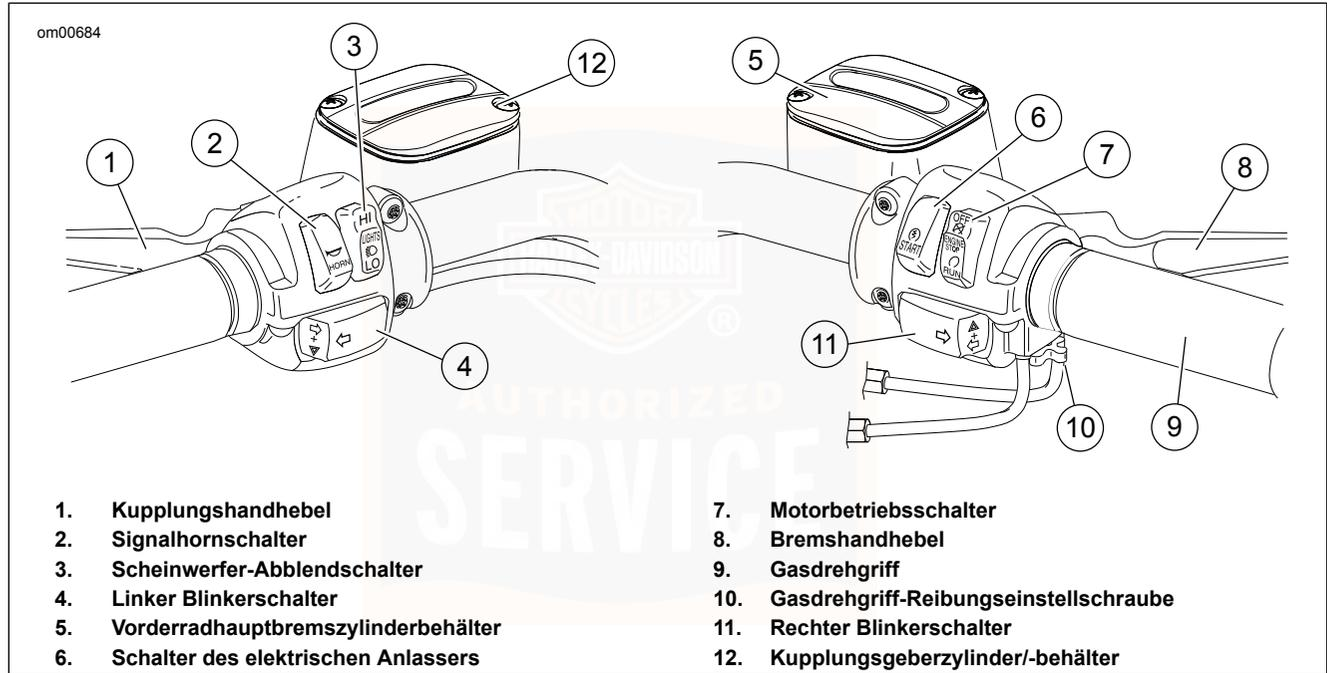

Abbildung 5. Lenkerbedienelemente: VRSC-Modelle
Siehe Abbildung 5. Der Schalter des elektrischen Anlassers befindet sich auf der rechten Lenkerschalterbaugruppe. Siehe Anlassen des Motors (Seite 80) bezüglich detaillierter Betriebsbeschreibungen.
Siehe Abbildung 5. Mit dem Motorbetriebsschalter (7) wird die Zündung **EIN-** und **AUSGESCHALTET**. Der Motorbetriebsschalter befindet sich auf der rechten Lenkerseite. Den oberen Teil des Motorbetriebsschalters drücken, um die Stromversorgung der Zündung auszuschalten und damit den Motor abzustellen. Den unteren Teil des Motorbetriebsschalters drücken, um die Zündung einzuschalten.
Siehe Abbildung 5. Der Gasdrehgriff (9) befindet sich auf der rechten Lenkerseite und wird mit der rechten Hand betätigt.
Siehe Abbildung 5. Der Kupplungshandhebel (1) befindet sich auf der linken Lenkerseite und wird mit den Fingern der linken Hand betätigt.
Siehe Abbildung 5. Das Signalhorn wird über den Signalhornschalter (2) betätigt, der sich in dem linken Lenkerbedienungselement befindet.
Siehe Abbildung 5. Der Scheinwerfer-Abblendschalter (3) befindet sich auf der linken Lenkerseite. Der Schalter hat zwei Positionen zum Einschalten von Fernlicht oder Abblendlicht.
Siehe Abbildung 5. Alle Lenkerschalterbaugruppen sind mit einem Blinkerschalter ausgerüstet.